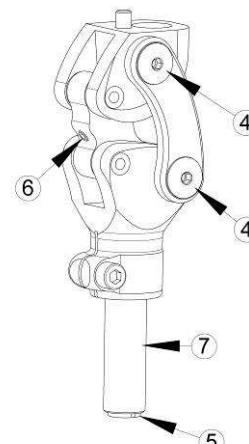

Abb. 2
D) EINSTELLUNG DES VORBRINGERS (Abb.2)
E) EINSTELLUNG DES STRECKANSCHLAGS (Abb.2)
F) EINSTELLUNG DER ACHSREIBUNG (Abb.2 et 2.1)